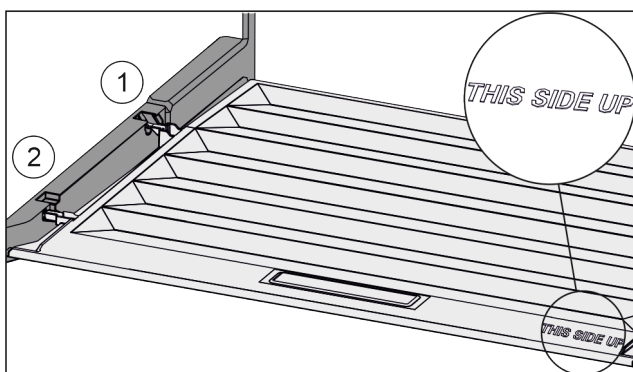

Fig. 145
- ▶ Výstupky veka zaved'te cez otvor zadného držiaka Fig. 145 (1) a zaistite vpredu v držiaku Fig. 145 (2).